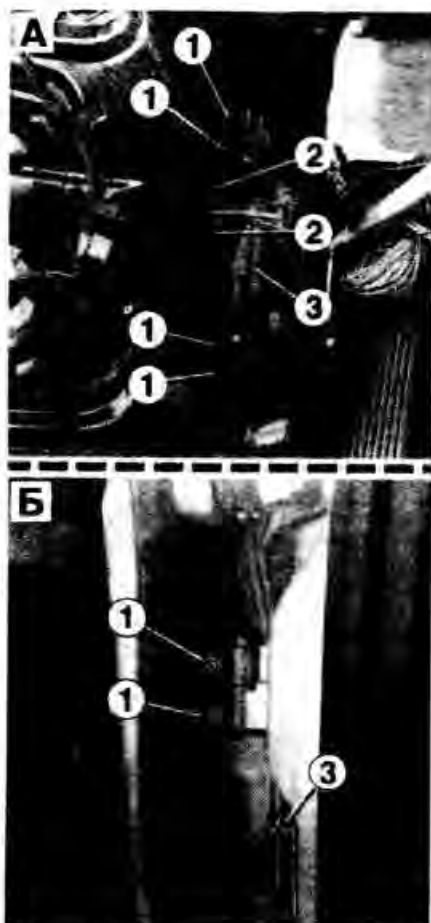

Рис. 15-12. Снятие дверей:
- Вынуть многотырьковый разъем 3 (рис. 15-12) из передней стойки двери.